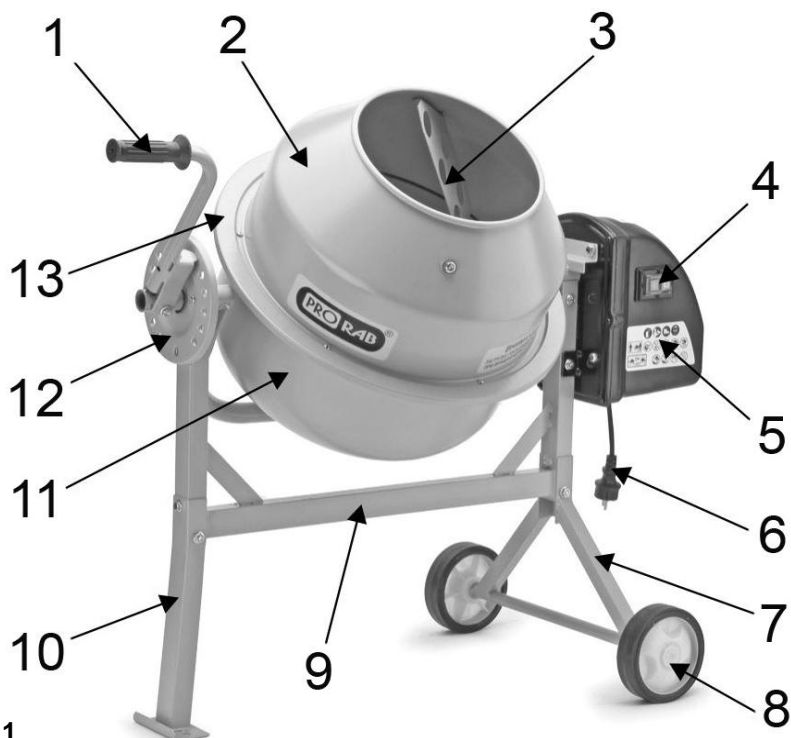
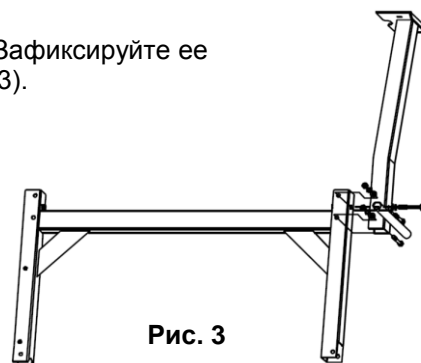
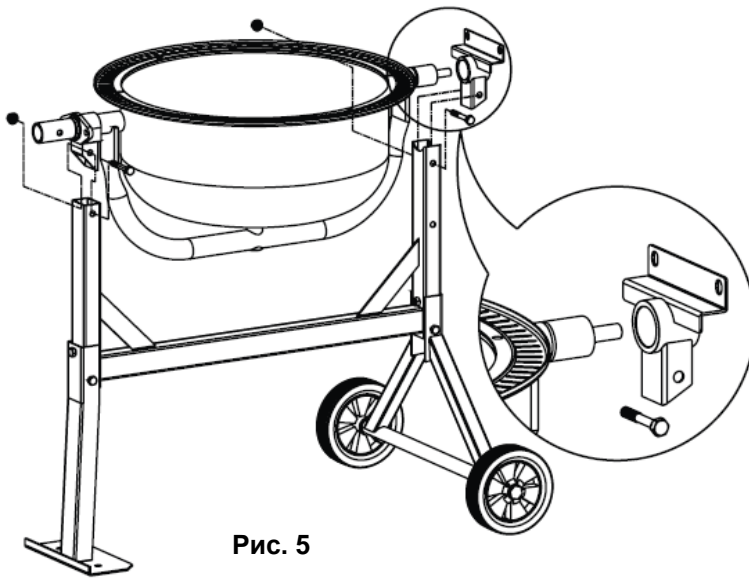

Рис. 1
Рис. 3
Рис. 5
- Наденьте на оси колесной стойки (7)(См. Рис.1; 2) по колесу с каждой стороны. Зафиксируйте их с помощью стопоров – шплинтов.
- К несущей балке (9)(См. Рис.1) присоедините дополнительную опору. Зафиксируйте ее положение винтами (M8x40 и M8x45). Крепко затяните винты (См. Рис.3).
- Соедините раму с колесной стойкой (7)(См. Рис.1; 4). Зафиксируйте ее положение винтами (M8x40 и M8x45). Крепко затяните винты.
- Установите опорную дугу вращения барабана на балку рамы. Зафиксируйте ее положение винтами М8х50 (См. Рис.5).
- Осторожно поместите нижний барабан (11)(См. Рис.1) на стойку, так чтобы подшипники попали в соответствующие пазы (См. Рис.5).
- Поместив верхний барабан (2)(См. Рис.1) на обод нижнего барабана (11)(См. Рис.1; 7), убедитесь в совпадении пазов и стрелок, а так же и свободном вращении лопастей внутри барабана.
- Установите диск-фиксатор (12)(См. Рис.1) на место крепления.
- Прикрепите рукоятку контроля угла наклона барабана (1)(См. Рис.1; 9). Зафиксируйте ее положение винтом М8х50.
- Трансмиссия с электродвигателем закрыта защитным кожухом (5)(См. Рис.1;10).
- Перед началом эксплуатации нового бетоносмесителя, или бетоносмесителя после продолжительного хранения, удостоверьтесь в правильном натяжении приводного ремня. Откройте крышку электродвигателя, открутив 6-ть винтов крепления кожуха (5)(См. Рис.1). Приводной ремень должен быть надет на шкив, прогиб ремня при нажатии на него пальцем в средней части должен быть в районе 0,5-1 см.
1. Подключите сетевой шнур (6)(См. Рис.1) бетоносмесителя к сети питания напряжением ~220 В / 50 Гц.
2. Нажмите на зеленую кнопку включения (4)(См. Рис.1), расположенную сбоку на защитном кожухе электродвигателя.
3. Для отключения – нажмите на красную кнопку (4)(См. Рис.1).